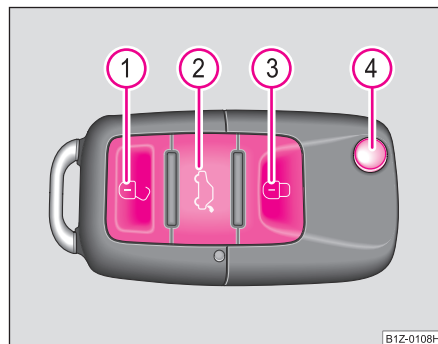

Fig. 33 Llave con radiotelemando
- Pulsar la tecla **2** durante aprox. 2 segundos ⇒ fig. 33. Para más informaciones ⇒ página 51.